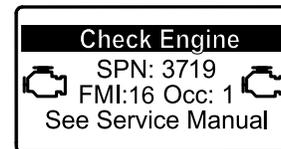

Figura 28
- Si se requiere una regeneración en estacionamiento, el InfoCenter muestra la advertencia del motor SPN 3719, FMI 16 (Figura 28), y la computadora del motor reduce la potencia del motor al 85 %.